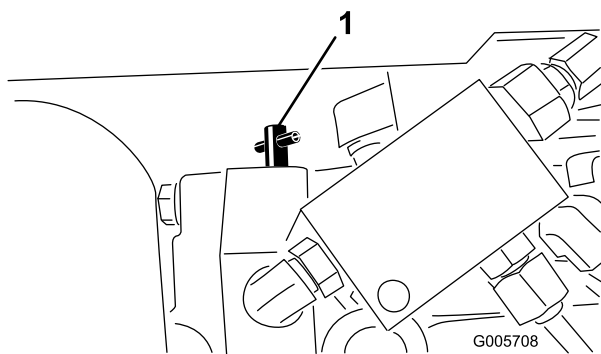

Figure 34
1. Trouvez la vanne de dérivation (Figure 34) sous le groupe de déplacement et tournez-la dans le sens antihoraire de 1/2 à 1 tour. En s'ouvrant, la vanne ouvre un passage à l'intérieur de la transmission, et l'huile de transmission est ainsi mise en dérivation. Il est alors possible de déplacer la machine sans endommager la transmission.